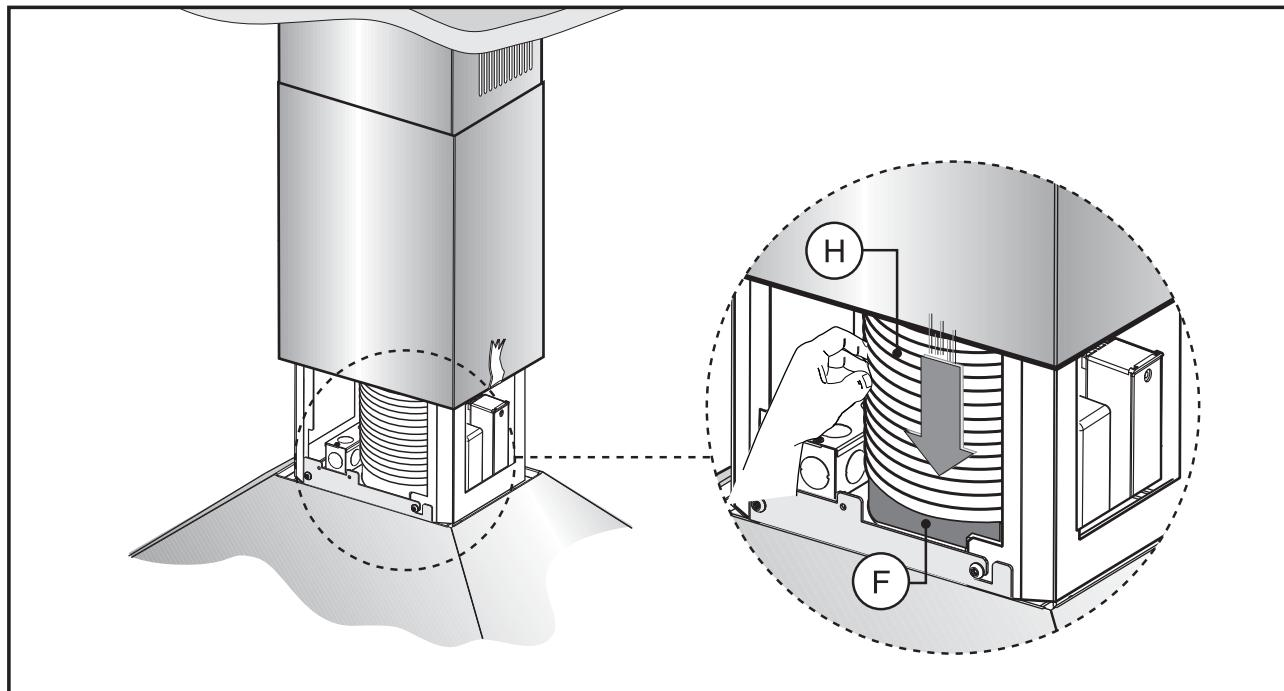

Fig.10
- Fije el tubo de evacuación de aire **H** (no incluido) al collar de conexión **F** (**Fig.10**).